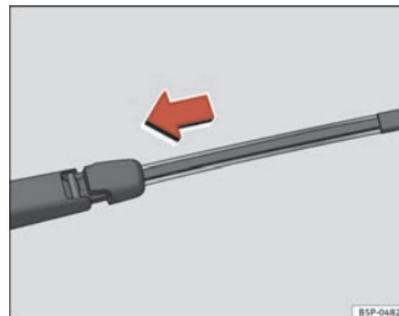

Abb. 186 Heckwischerblatt einsetzen
- Das Wischerblatt wie in der ⇒ Seite 245, Abb. 186 angezeigt festhalten und den Adapter so lange schieben, bis er einrastet.